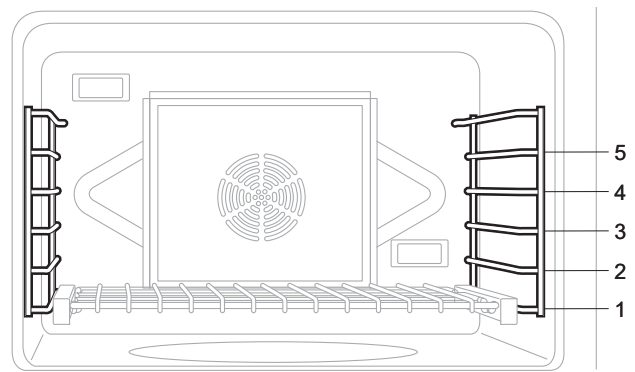

Figura 29: Hornilla principal y posiciones de las rejillas
- Las posiciones de las rejillas en la hornilla están numeradas como un elevador. La posición número uno es la más baja (*Figura 29*).